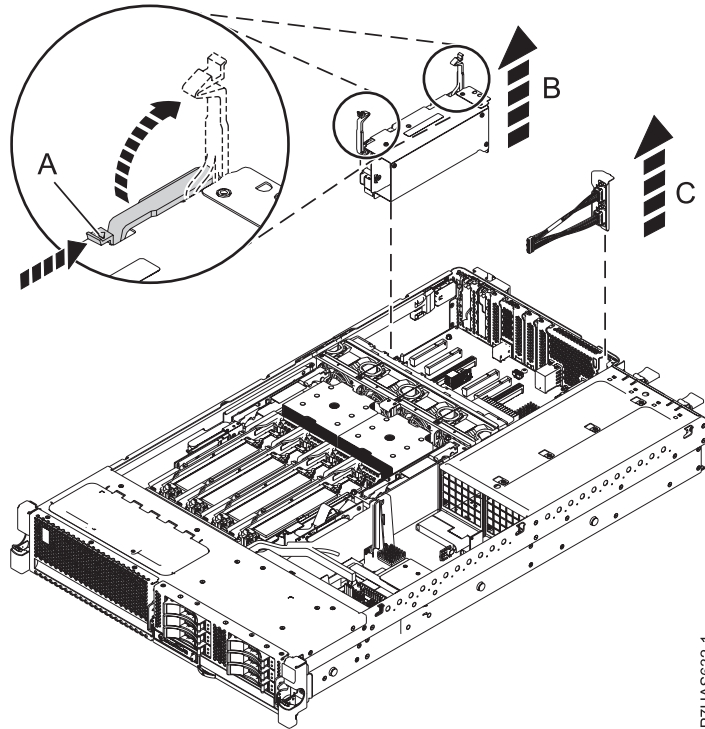
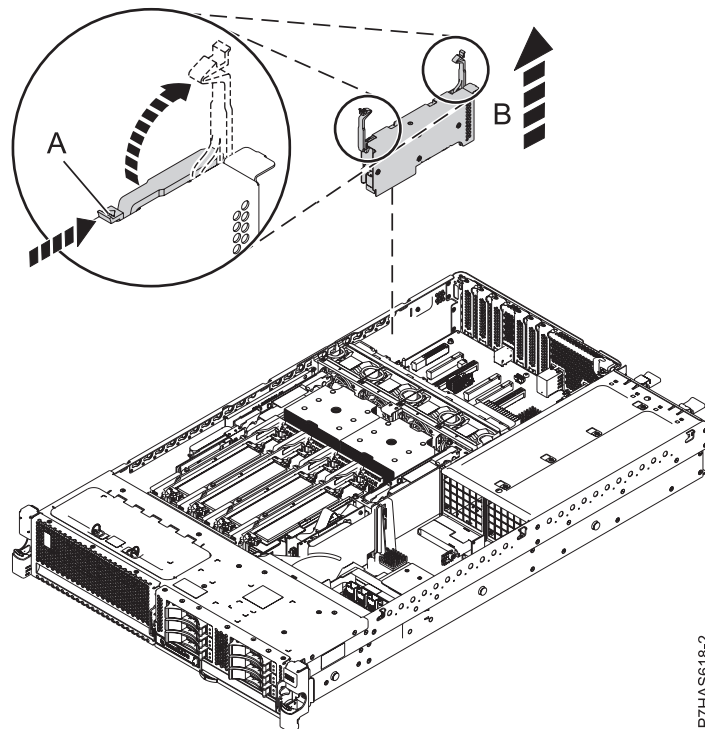

Figure 7. Retrait de l'adaptateur GX (code dispositif EJ0G) d'un système
Figure 8. Retrait de l'adaptateur GX (code dispositif EJ0H) d'un système
13. Une fois le système en position de maintenance, déverrouillez les loquets **(A)** situés sur l'adaptateur GX ++ (code dispositif EJ0G ou EJ0H) **(B)**, comme illustré dans la figure 7, à la page 10 et la figure 8, à la page 10.
14. Soulevez les loquets **(A)** pour les mettre en position ouverte, saisissez l'adaptateur **(B)** par les loquets, puis retirez-le de l'emplacement GX 2 (P1-C8) pour le code dispositif FC EJ0G, comme illustré dans la figure 7, à la page 10, ou de l'emplacement GX 1 ou 2 pour le code dispositif FC EJ0H, comme illustré dans la figure 8, à la page 10.
- b. Saisissez avec précaution l'assemblage de câble SPCN 2 ports FC EJ0G (C) par la partie supérieure du taquet de la contre-poupée, puis retirez-le de l'emplacement GX 1 (P1-C1), comme illustré dans la figure 7, à la page 10.